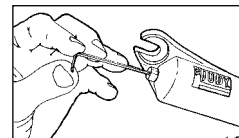

Fig. 3
1. Introdurre una chiave esagonale attraverso il dado cavo dell'albero, nella parte inferiore del braccio sinistro della forcella. (Agire sulla manopola rossa esterna per la versione Judy SL) (vedi fig. 3).